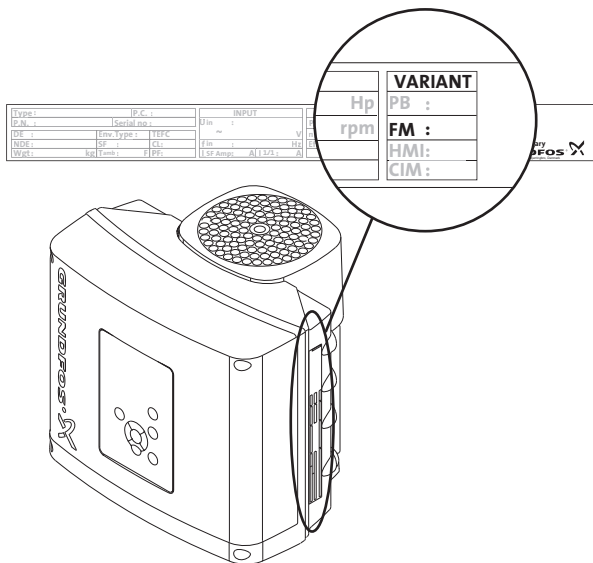
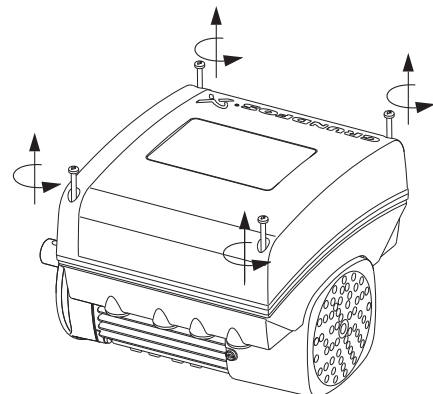

Рис. 64 Данные о функциональном модуле
Рис. 66 Ослабление винтов
5. Установите модуль СИМ на одном уровне с тремя пластиковыми держателями (рис. 66, поз. А) и подключите разъем (рис. 64, поз. В). Прижмите модуль пальцами.
Модули также можно найти на фирменной табличке электродвигателя. См. рис. 64.